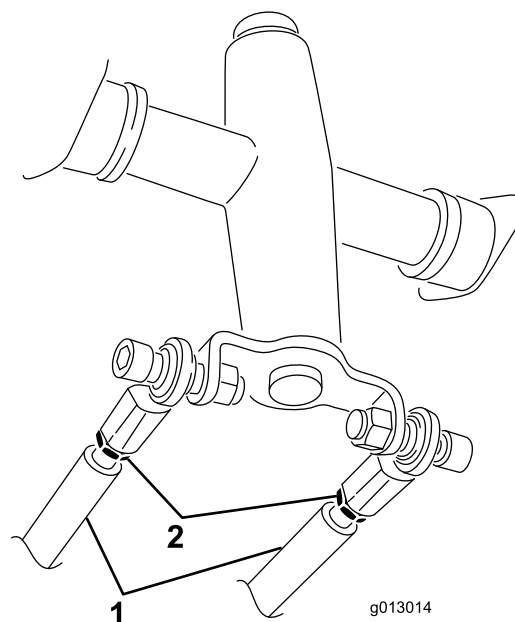

Figure 60
3. Desserrez les écrous de blocage sur les tiges de déplacement, sous le panneau de commande (Figure 60).